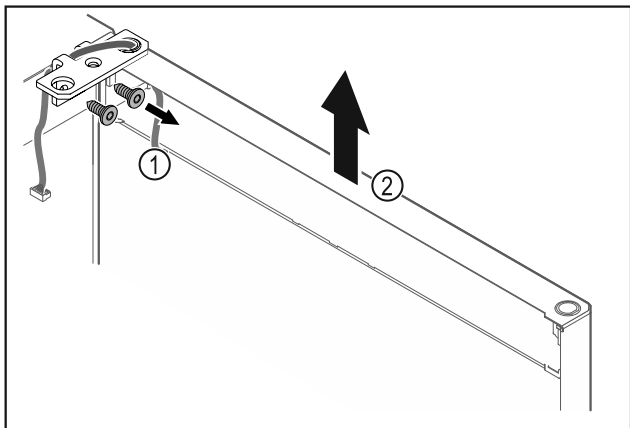

Fig. 24
- ▶ Skruva av gångjärnsfästet Fig. 24 (1).
- ▶ Lyft dörren rakt uppåt med gångjärnsfästet Fig. 24 (2) ca 200 mm och ta av den.